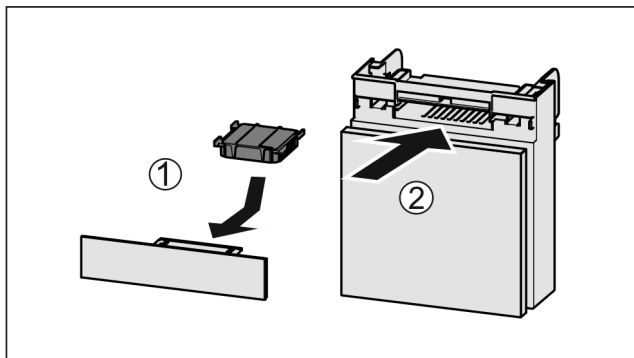

Fig. 39
- ▶ Actiefkoolfilter overeenkomstig afbeelding aanbrengen Fig. 39 (1).
- ▶ Lade erin schuiven Fig. 39 (2).